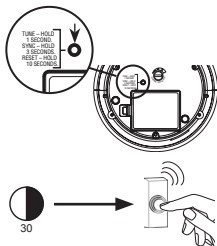

Figura 5
- Presione y mantenga presionado el botón "SYNC" de la parte inferior de la campana hasta que la campana suene con un "bip-bip" (vea la Figura 5).
- Presione el botón pulsador (no incluido) durante 30 segundos (vea la Figura 5). Cuando el botón pulsador esté sincronizado, la campanilla hará un "bip-bip".